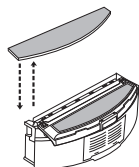

Рис. 8
6. Поверните контейнер для сбора пыли, вытащите швабру, освободите вытирающую консоль и затем отпустите левый и правый -зажимы на нижней стороне контейнера для сбора пыли (см. рис. 8 и рис. 9). Соберите все детали в порядке, обратном разборке.